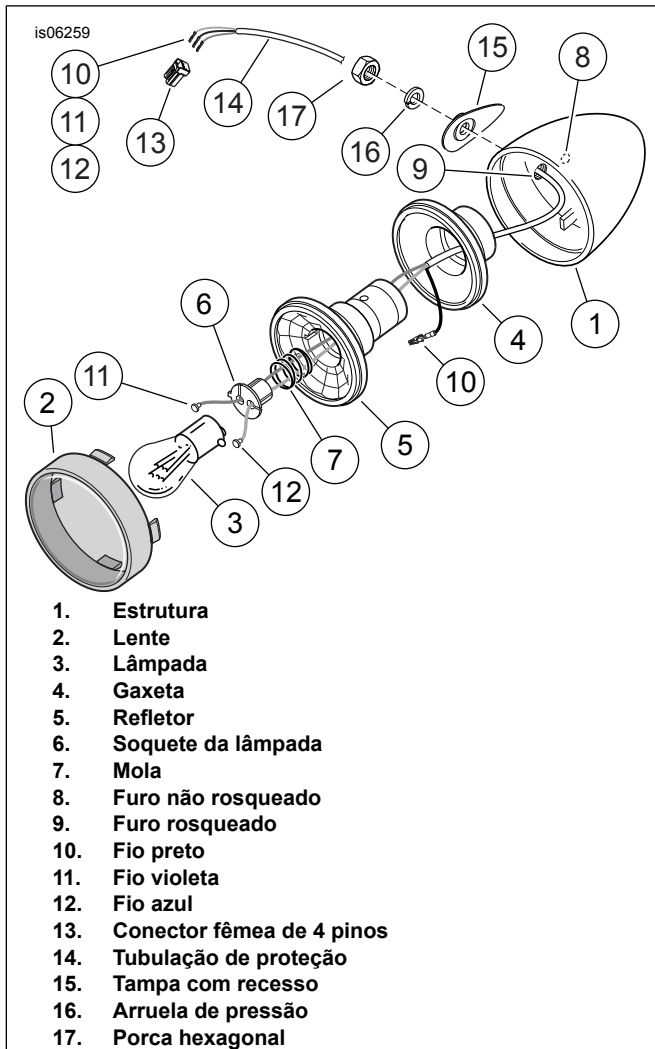
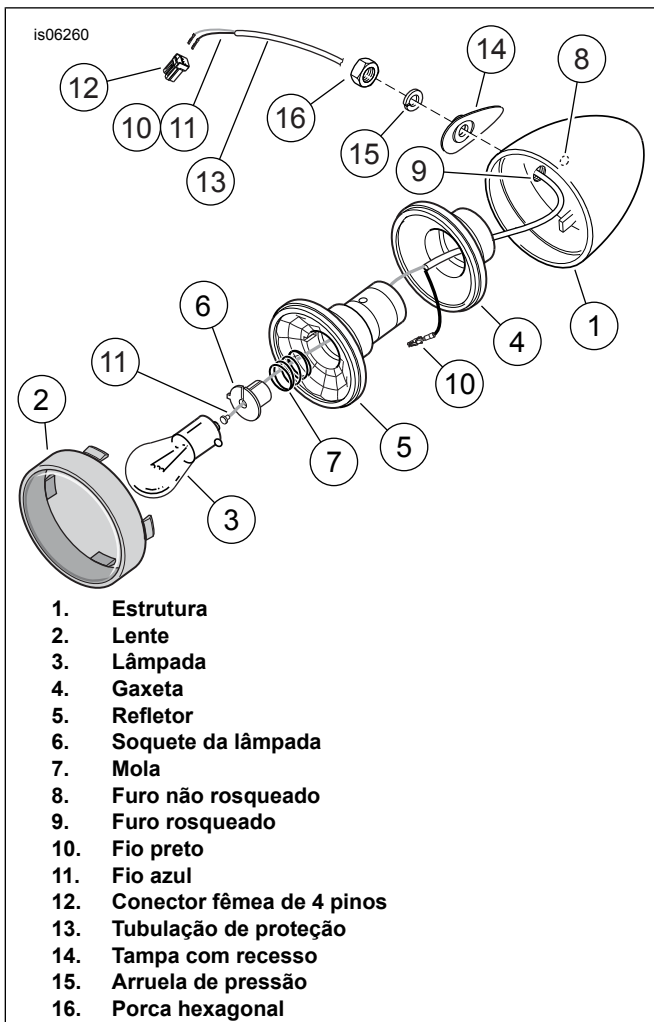
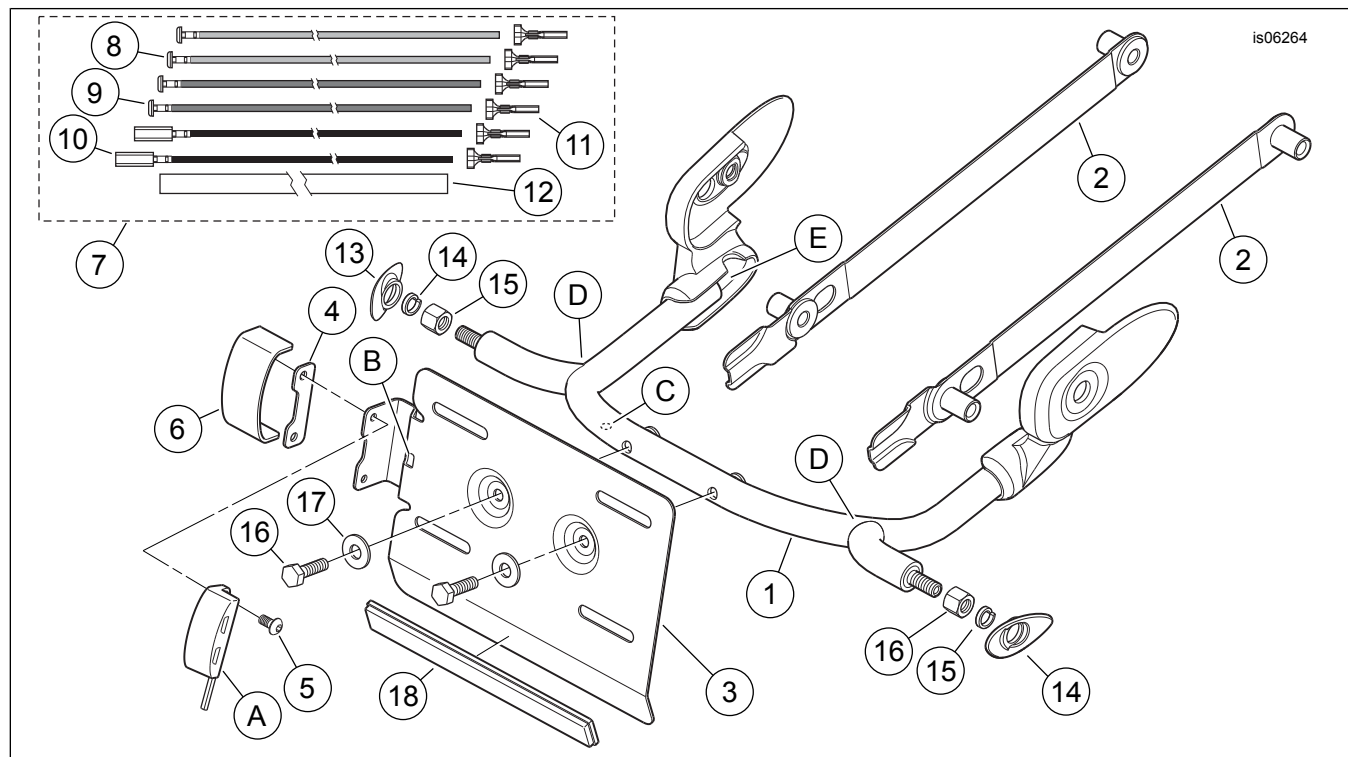

Figura 3. Lâmpadas do freio/traseira/dos pisca-piscas
Figura 5. Lâmpada dos pisca-piscas
Figura 7. Peças de reposição, kit de reposicionamento da luz de freio/pisca-pisca traseiro Dyna
2. Veja a Figura 3. Remova os fios preto (10), violeta (11) e azul (12) e os terminais fêmea dos conectores fêmea do STT (13). Separe as lâmpadas do STT e os conectores fêmea para instalação posterior.
8. Veja a Figura 3. Insira uma chave de fenda com ponta fina ou uma ferramenta semelhante na ranhura no fundo da lente (2) de uma das lâmpadas do STT e torça para desencaixar a lente da estrutura (1). Pressione a lâmpada (3) para dentro e gire no sentido anti-horário para remover.
14. Veja a Figura 3. Passe os fios do prisioneiro rosqueado no conjunto soldado de reposicionamento do STT através do furo **rosqueado** (9) na estrutura da lâmpada (1) e no centro da gaxeta de borracha (4).
2. Remova com cuidado os fios da luz de freio/pisca-piscas e os conectores da parte interna da estrutura da lâmpada traseira (3). Remova os fios da luz de freio/pisca-piscas das presilhas sob o pára-lama. Separe os conectores fêmea de 4 pinos da luz de freio/pisca-piscas (6) dos conectores macho do chicote de fios da iluminação traseira.
4. Veja a Figura 3. Remova os fios preto (10), violeta (11) e azul (12) e os terminais fêmea dos conectores fêmea da luz do freio/pisca-piscas traseiros. Separe as lâmpadas da luz do freio/pisca-piscas e os conectores fêmea para instalação posterior.
6. Descasque cerca de 25 mm (1 in) de isolamento da extremidade sem terminação de **um** fio, e uma uma guia ou um fio-máquina à extremidade descascada. Passe o fio dentro de um dos prisioneiros rosqueados no conjunto soldado de reposicionamento do STT. Empurre o fio através da junta em Y até que a extremidade da guia ou do fio-máquina saia através da abertura dianteira (E) do tubo. Continue a puxar e a empurrar os fios até que a extremidade do fio com isolamento seja exposta. Remova a guia ou o fio-máquina da extremidade do fio com isolamento.
9. Veja a Figura 3. Insira uma chave de fenda com ponta fina ou uma ferramenta semelhante na ranhura no fundo da lente (2) de uma das lâmpadas do freio/pisca-piscas traseiros e torça para desencaixar a lente da estrutura (1). Pressione a lâmpada (3) para dentro e gire no sentido anti-horário para remover.
10. Insira a ferramenta entre a borda externa da gaxeta de borracha (4) e a parte interna da estrutura. Alavanque com cuidado o refletor (5) até que fique livre.
11. Remova o terminal do terra e o fio preto (10) da parte traseira do refletor.
*Anote a localização das cavidades e a cor de cada fio no soquete da lâmpada do refletor (6) antes da remoção. O fio violeta deverá ficar o mais perto possível da lingüeta de localização no soquete da lâmpada. Os novos fios do kit deverão ser instalados nas mesmas cavidades.*
12. Anote a localização e a cor dos dois fios no soquete da lâmpada do refletor. Deslize o soquete da lâmpada do refletor. Remova os fios e os terminais de botão do soquete da lâmpada. Passe a tubulação de proteção (14) com todos os três fios pelo furo sem rosca (8) na estrutura da lâmpada e descarte-a.
15. Veja a Figura 3. Passe os fios do prisioneiro rosqueado no conjunto soldado de reposicionamento do freio/pisca-piscas traseiros através do furo **rosqueado** (9) na estrutura da lâmpada (1) e no centro da gaxeta de borracha (4).
17. Insira o terminal do **novo** fio preto (10) na cavidade na traseira do refletor (5) até que encaixe no lugar. Insira o fio azul (12) e o fio violeta (11) através do centro do refletor (5) e da mola (7), e insira os terminais de botão nas ranhuras e cavidades corretas no soquete da lâmpada do refletor (6).
20. Veja a Figura 7. Pegue a tubulação de proteção (12) do kit e corte-a em dois pedaços com o mesmo comprimento.
21. Deslize um pedaço de tubulação de proteção sobre os três fios das lâmpadas da luz do freio/ pisca-pisca e na abertura dianteira (E) no conjunto soldado de reposicionamento do freio/pisca-piscas traseiros em cada lado. Continue deslizando a tubulação sobre os fios até que alcance pelo menos a junta em Y ou, preferivelmente, a estrutura das lâmpadas da luz do freio/pisca-piscas traseiros.
2. Remova com cuidado os fios do pisca-pisca e os conectores da parte interna da estrutura da lâmpada traseira (3). Remova os fios do pisca-pisca das presilhas sob o pára-lama. Separe os conectores fêmea de 4 pinos do pisca-pisca dos conectores macho do chicote de fios da iluminação traseira (6).
4. Veja a Figura 5. Remova os fios preto (10) e azul (11) e os terminais fêmea dos conectores fêmea dos pisca-piscas. Separe os pisca-piscas e os conectores fêmea para instalação posterior.
5. Veja a Figura 7. Pegue dois fios **novos** com terminação, um preto (10) e um azul (8), do kit. Os dois fios violeta (9) podem ser descartados.
6. Descasque cerca de 25 mm (1 in) de isolamento da extremidade sem terminação de **um** fio, e uma uma guia ou um fio-máquina à extremidade descascada. Passe o fio dentro de um dos prisioneiros rosqueados no conjunto soldado de reposicionamento do pisca-pisca. Pressione o fio através a junta em Y até que a extremidade da guia ou do fio-máquina saia através da abertura dianteira (E) do tubo. Continue a puxar e a empurrar os fios até que a extremidade do fio com isolamento seja exposta. Remova a guia ou o fio-máquina da extremidade do fio com isolamento.
9. Veja a Figura 5. Insira uma chave de fenda com ponta fina ou uma ferramenta semelhante na ranhura no fundo da lente (2) de uma das lâmpadas do pisca-pisca e torça para desencaixar a lente da estrutura (1). Pressione a lâmpada (3) para dentro e gire no sentido anti-horário para remover.
12. Deslize o soquete da lâmpada do refletor. Remova o fio e o terminal de botão do soquete da lâmpada. Passe a tubulação de proteção (13) com ambos os fios pelo furo sem rosca (8) na estrutura da lâmpada e descarte-a.
14. Veja a Figura 7. Coloque uma arruela de pressão (14) em um dos prisioneiros rosqueados no conjunto soldado de reposicionamento do pisca-pisca. Coloque uma tampa cromada com rebaixo (13), na orientação mostrada, no prisioneiro.
15. Veja a Figura 5. Passe os fios do prisioneiro rosqueado no conjunto soldado de reposicionamento do pisca-pisca através do furo **rosqueado** (9) na estrutura da lâmpada (1) e no centro da gaxeta de borracha (4).
17. Insira o terminal do **novo** fio preto (10) na cavidade na traseira do refletor (5) até que encaixe no lugar. Passe o fio azul (11) através do centro do refletor (5) e da mola (7), e insira o terminal de botão na ranhura e a cavidade no soquete da lâmpada do refletor (6).